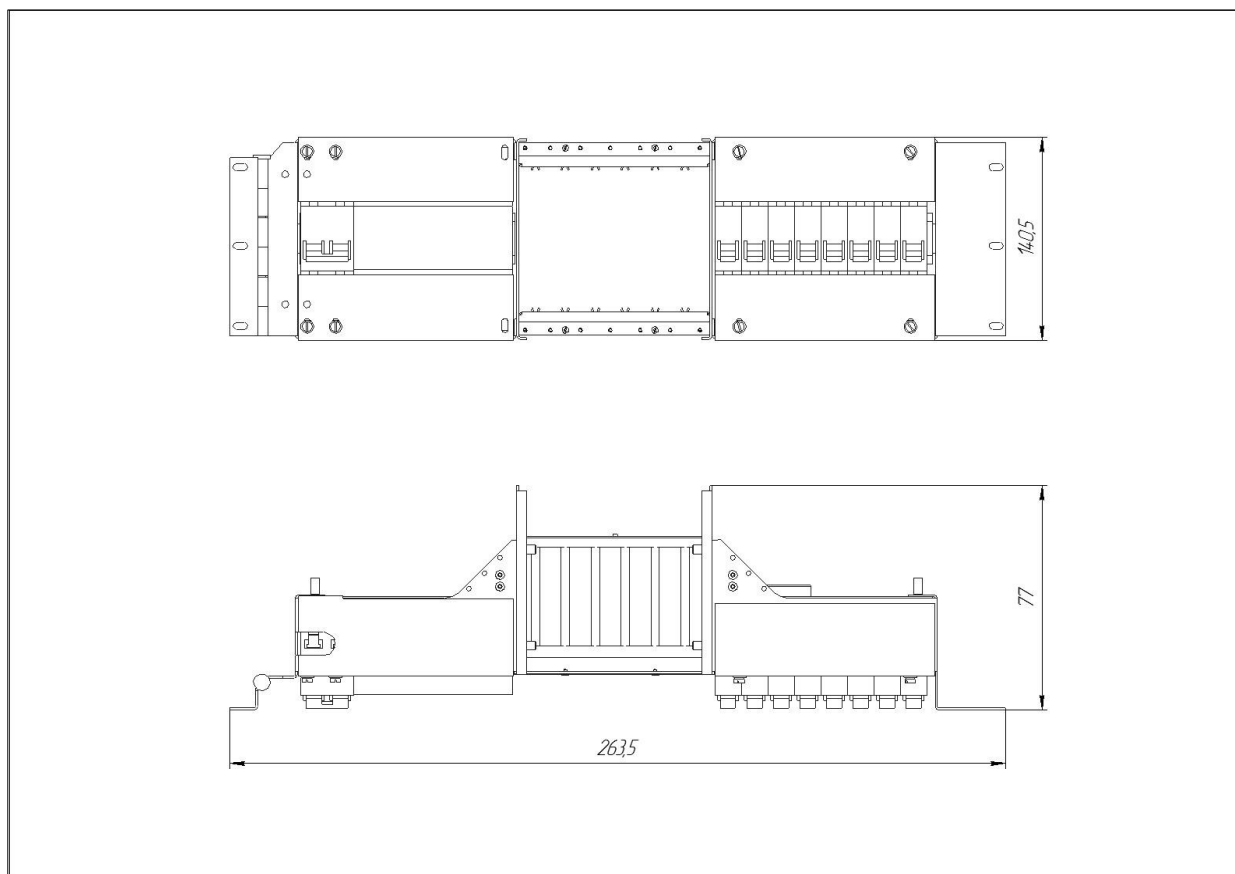

Рис. 2: Габаритные размеры конструктива БКП
- стального несущего конструктива крепящегося к корпусу шкафа на петле (см. рис. 2);